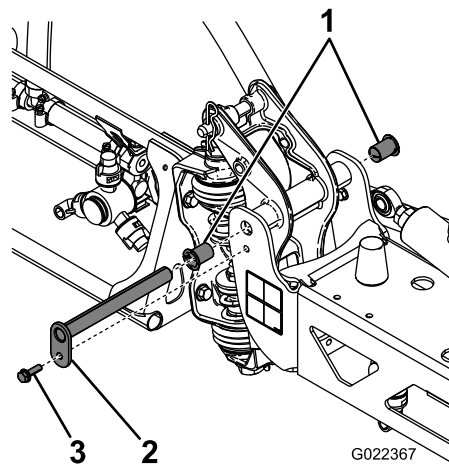

Figura 62
3. Com o peso da lança sustentado, remova o parafuso e a porca que prendem o pino de articulação ao conjunto da lança (Figura 62).
4. Remova o parafuso e a porca que prendem o pino de articulação e remova o pino (Figura 62).
6. Remova e inspecione as buchas de náilon da frente e de trás do suporte do pivô (Figura 62).
7. Coloque uma pequena quantidade de óleo nas buchas de náilon e instale-as no suporte do pivô (Figura 62).
8. Instale o conjunto da lança e do suporte articulado na estrutura central, alinhando os orifícios (Figura 62).